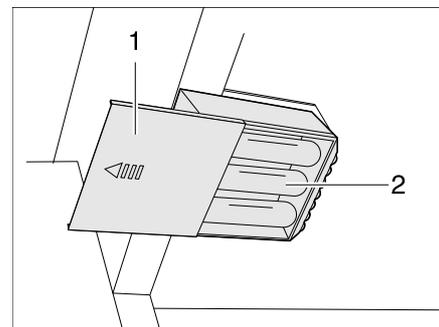

Bild 265 Kleiderschrankleuchte mit LED, Batteriefach geöffnet
- Die Batterien (Bild 265,2) dem Batteriehalter entnehmen.
- Neue Batterien (Bild 265,2) gleichen Typs polrichtig (+/-) einsetzen.
- Deckel (Bild 265,1) wieder aufschieben.